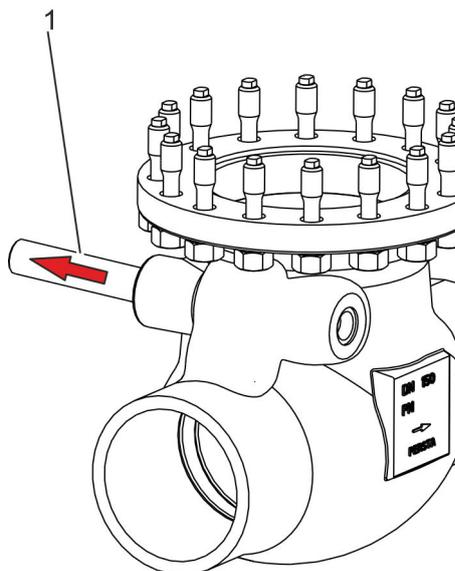

Abb. 29: Klappenwelle austreiben
- 8.** ➤ Klappenwelle (Abb. 29/1) vorsichtig aus dem Gehäuse und dem Plattenhebel austreiben.